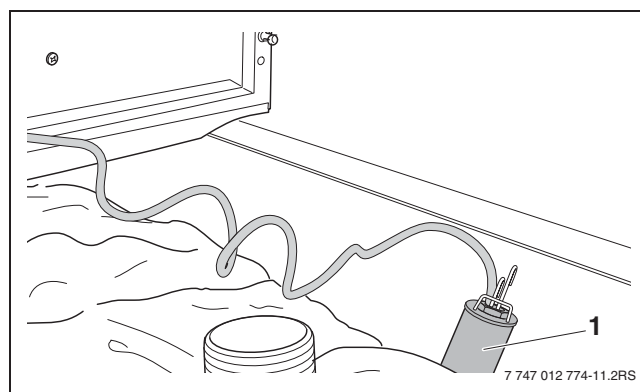

Figura 17 Montarea senzorului cazanului de încălzire
- Se introduce senzorul cazanului de încălzire (-> Figura 17, poz. 1) în orificiul prevăzut în acest sens de pe partea de sus a cazanului de încălzire.